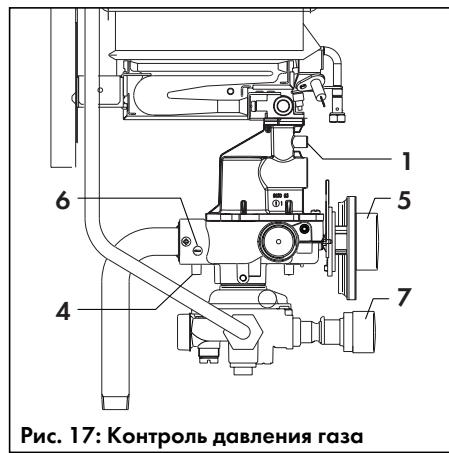

Рис. 17: Контроль давления газа
- Установите крышку (15) обратно, крепко затянув её 4 винтами (14).
- Открутите винты (12) и снимите крышку (13) с газовой арматуры (крышка подпружинена).
- Вытащите прокладку корпуса (20), пружину вентиля (17) и клапан вентиля (18).
- Замените клапан вентиля (18) и прокладку корпуса (20) на соответствующие из комплекта для перенастройки и вставьте их вместе с прежней пружиной (17) в газовую арматуру. Обратите внимание на правильное положение уплотнительной прокладки.
- Установите крышку (13) обратно, крепко затянув её винтами (12).
- Установите коллектор (2) с соплами и соберите горелку, обратив внимание на наличие предварительного сопла:
- Подсоедините U-образный манометр к штуцеру для измерения давления газа на соплах (1, рис. 17), вывернув из него винт.
- Подсоедините U-образный манометр к штуцеру для измерения давления газа на соплах (1, рис. 17), вывернув из него винт (рекомендуется U-образный манометр Vaillant № 99-0034).